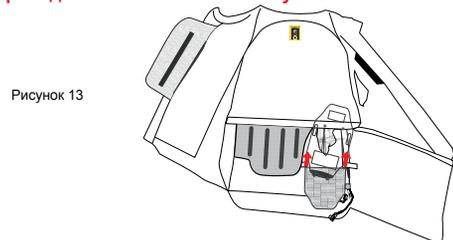

Рисунок 13
3. Извлечь корпус инфлятора (4) из кармана, расстегнув две застежки-липучки (Рисунок 13).